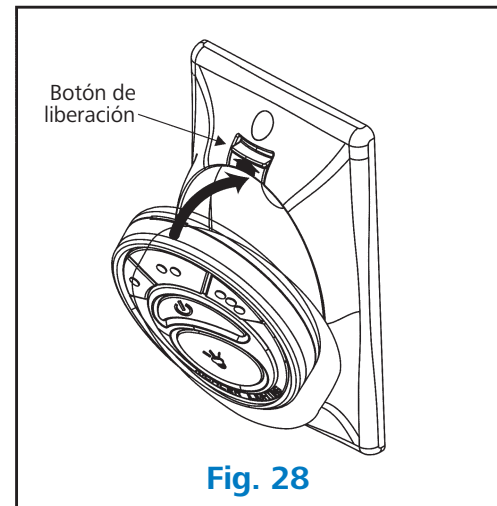

Fig. 28
1. Inserte el transmisor en la placa de pared colocando primero la parte inferior del transmisor y presionando luego la parte superior del transmisor dentro del bolsillo. El transmisor funcionará perfectamente desde este lugar o usted puede quitar el transmisor y utilizarlo como dispositivo "manual". (Fig. 28)